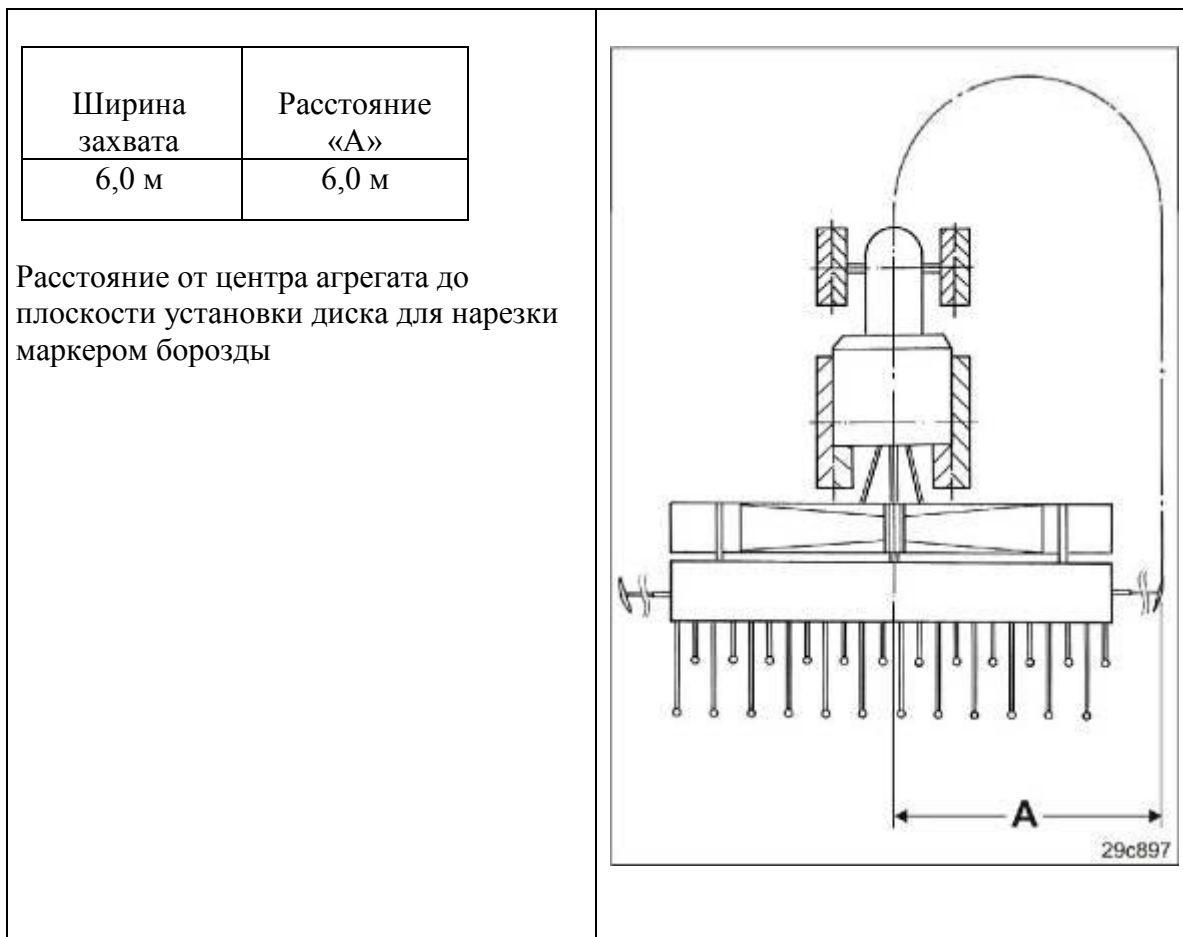

Рис.77
7. Установить длину маркера на "А" (см. таблицу "Рис. 77").